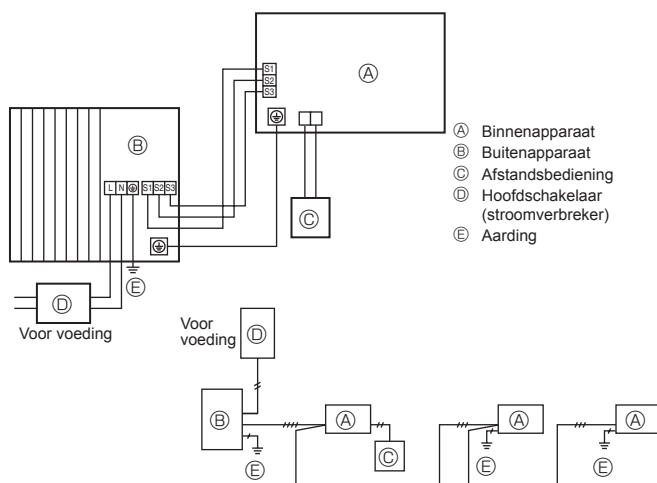
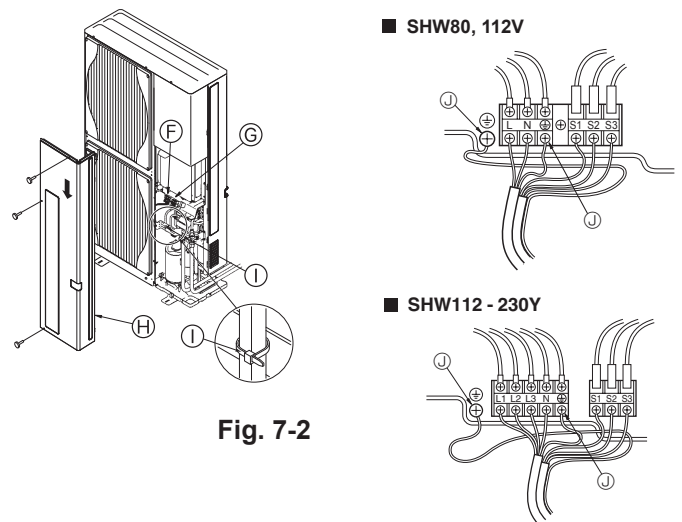

Fig. 7-1
Fig. 7-2
7.1. Buitenapparaat (Fig. 7-1, Fig. 7-2)
- Sluit de kabels aan aan de hand van Fig. 7-1 en 7-2.